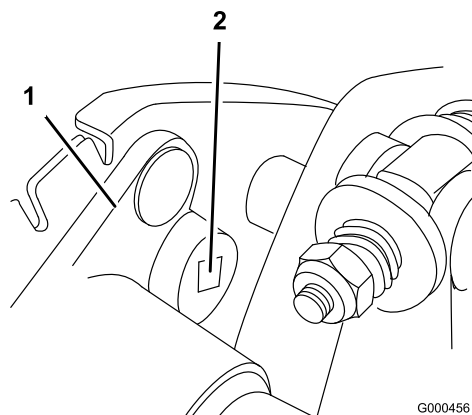

Figure 33
- B. À l'aide d'une clé dynamométrique de 3/8 pouce, tournez le logement de roulement à un couple de 4 à 4,5 Nm pour obtenir la tension voulue (Figure 33).